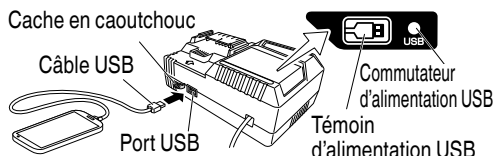

Fig. 9
(2) Mettez le commutateur d'alimentation USB sur marche (Fig. 9)
(3) Connectez le câble USB. (Fig. 9)
- (4) Lorsque la charge est terminée
- Mettez le commutateur d'alimentation USB sur arrêt et débranchez le câble d'alimentation de la prise électrique. (Fig. 9)